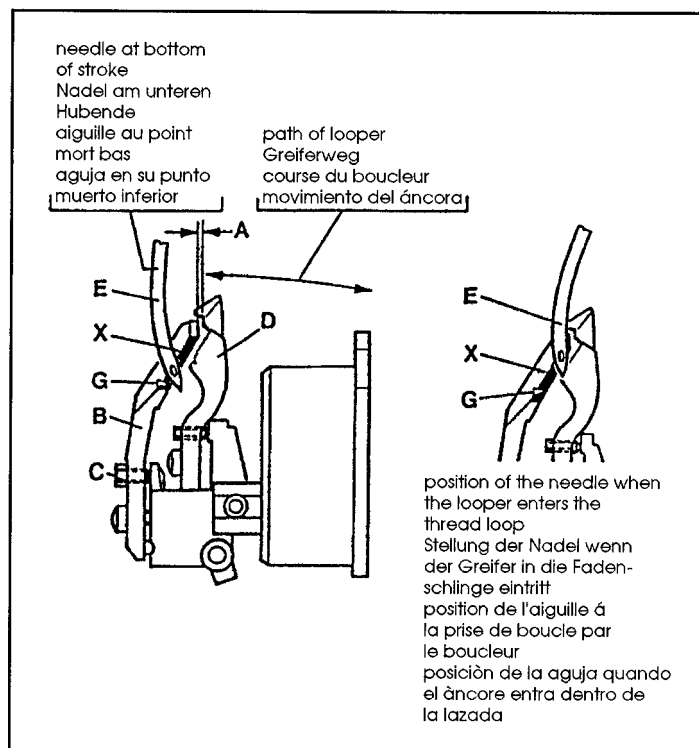

Fig. 6
Adjust the looper (D, Fig. 6) as described in paragraph "Setting the looper", see page 10.
NOTE: It is advisable to remove the rear needle guard (B, Fig. 6) for setting the looper.
Assemble the rear needle guard (B, Fig. 6). With set screw (C) adjust the distance (A) between looper (D) and rear needle guard (B) to 0.5 mm (.020 in.).
Laterally (front to rear) set the rear needle guard (B, Fig. 6) with its guarding surface (G) close to the needle (E) even so that it barely contacts it, to avoid hitting of the needle by the looper point.
Edge (X, Fig. 6) on the guarding surface (G) of the rear needle guard (B) should not essentially disturb the needle thread. If disturbance of the needle thread occurs it can be eliminated by slightly changing the 0.5 mm (.020 in.) distance between looper and rear needle guard as well as by slightly changing the needle height.
Stellen Sie den Greifer (D, Fig. 6) wie im Abschnitt "Einstellung des Greifers" beschrieben ein, siehe Seite 10.
BEACHTEN SIE: Es ist ratsam, zum Einstellen des Greifers den hinteren Nadelanschlag (B, Fig. 6) zu entfernen.
Bauen Sie den hinteren Nadelanschlag (B, Fig. 6) ein. Stellen Sie mit dem Gewindestift (C) den Abstand (A) zwischen Greifer (D) und hinterem Nadelanschlag (B) auf 0,5 mm.
Seitlich (von vorne nach hinten) stellen Sie den hinteren Nadelanschlag (B, Fig. 6) mit seiner Schutzfläche (G) dicht an die Nadel (E), so dass er sie gerade berührt, um zu verhindern, dass die Nadel von der Greiferspitze getroffen wird.
Die Kante (X, Fig. 6) an der Schutzfläche (G) des hinteren Nadelanschlages (B) soll den Nadelfaden nicht wesentlich stören. Tritt eine Störung des Nadelfadens auf, kann diese durch leichtes Verändern des 0,5 mm Abstands zwischen Greifer und hinterem Nadelanschlag sowie durch leichtes Verändern der Nadelhöhe beseitigt werden.
Régler le boucleur (D, Fig. 6) comme indiqué au paragraphe "Réglage du boucleur" page 10.
Monter le protège aiguille arrière (B, Fig. 6). Avec la vis (C) régler à 0,5 mm la distance (A) entre le boucleur (D) et le protège aiguille arrière (B).
Régler latéralement (avant-arrière) le protège aiguille arrière (B, Fig. 6) avec la surface de protection (G) près de l'aiguille de même qu'elle frôle pour éviter tout contact avec la pointe du boucleur.
Le bord (X, Fig. 6) du protège aiguille ne doit surtout pas interférer avec le fil d'aiguille. Si cela se produit, il est possible d'y remédier en modifiant légèrement de 0,5 mm entre le boucleur et le protège aiguille et, éventuellement, en changeant la hauteur de l'aiguille.
Ajustar el ánclora (D, Fig. 6) tal como se describe en el párrafo "Colocación del ánclora", ver página 10.
Montar el salva agujas posterior (B, Fig. 6). Con el tornillo de fijación (C) ajustar la distancia (A) entre ánclora (D) y salva agujas posterior (B) para que sea de 0,5 mm. La aguja deberá encontrarse permanentemente en contacto con la superficie (G) del salva agujas posterior (B) durante todo el recorrido de la aguja, desde el punto muerto inferior, hasta que el ánclora entra en la lazada del hilo aguja.
Ajuste lateral (de detrás hacia adelante) del salva agujas posterior (B, Fig. 6) en la zona (G), que deberá estar lo más cerca posible de la aguja (E), de forma de que apenas tome contacto con el salva agujas (E) para evitar el choque entre la punta del ánclora y aguja.
El canto (X, Fig. 6) de la zona de contacto (G), del salva agujas posterior (B), debe situarse de manera que no desvie el hilo de la aguja. Si esto ocurre, puede eliminarse moviendo ligeramente la distancia de 0,5 mm que existe ánclora y salva agujas posterior, o variando ligeramente la altura de la aguja.